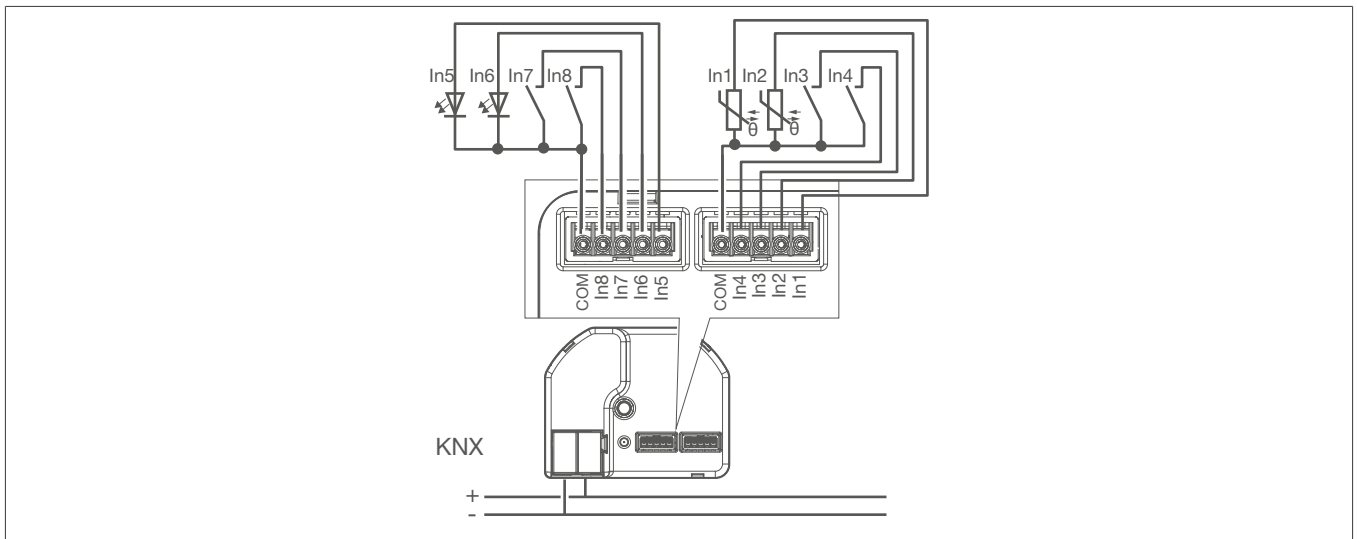

Fig. 4 : Exemple de raccordement, interface à bouton-poussoir 8 gang
- 4 Connecter les boutons-poussoirs, les interrupteurs, les contacts, les LED ou les NTC avec les câbles fournis selon les exemples de raccordement (Fig. X) (Fig. 4). Les fils non utilisés doivent être isolés.